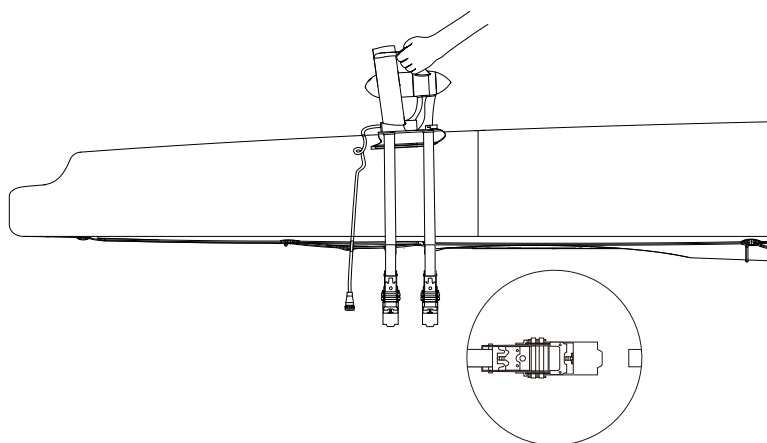

Figura 5-10
Paso 2: Retire el adaptador universal VAQUITA y el motor VAQUITA de la tabla de SUP/el kayak (figura 5-10).